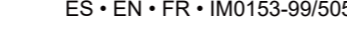
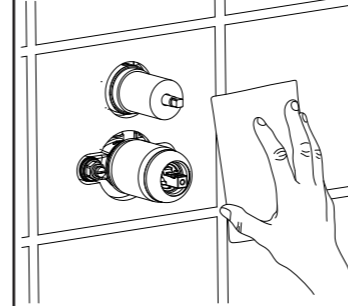
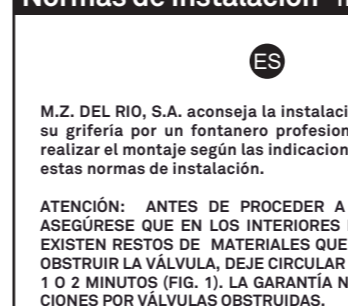

Fig. 13.1
Fig. 13.2
Fig. 13.3
11) Limpie y seque bien la superficie donde va a colocar el plafón (Fig. 13.1). Retire los protectores de la cinta adhesiva del plafón (Fig. 13.2). Coloque el plafón en su posición, compruebe la verticalidad el mismo y presiónelo durante unos segundos contra la pared (Fig. 13.3).
11) Clean and dry the wall surface where you are going to place the cover plate (Fig. 13.1). Take out the adhesive protectors (Fig. 13.2). Place the cover plate vertically and press it against wall some seconds (Fig. 13.3).
11) Nettoyez et séchez la surface sur laquelle vous allez placer la plaque (Fig. 13.1). Retirez les protecteurs du ruban adhésif de la plaque (Fig. 13.2). Placer la plaque, vérifiez sa verticalité et pressionner quelques secondes contre le mur (Fig. 13.3).